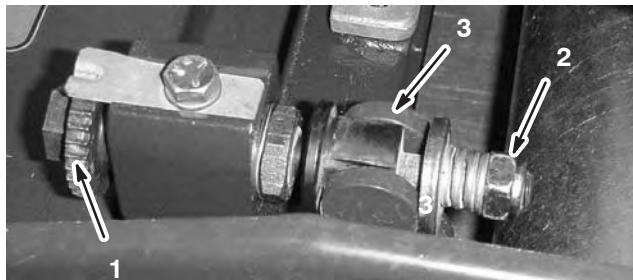

Bild 47
1. Drehen Sie die Einstellschraube des Untermesserträgers entgegen dem Uhrzeigersinn, damit sich der Abstand zwischen Untermesser und Spindel vergrößert (Bild 47).
2. Drehen Sie die Federspannungsmutter so weit hinaus, bis die Scheibe nicht mehr gegen den Untermesserträger angespannt ist (Bild 47).